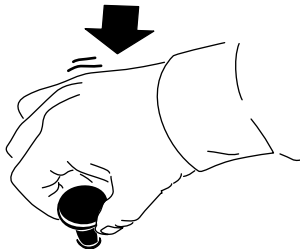

Figura 13
- Spingete in dentro l'interruttore (Figura 13) per disattivare la PDF o l'attrezzo